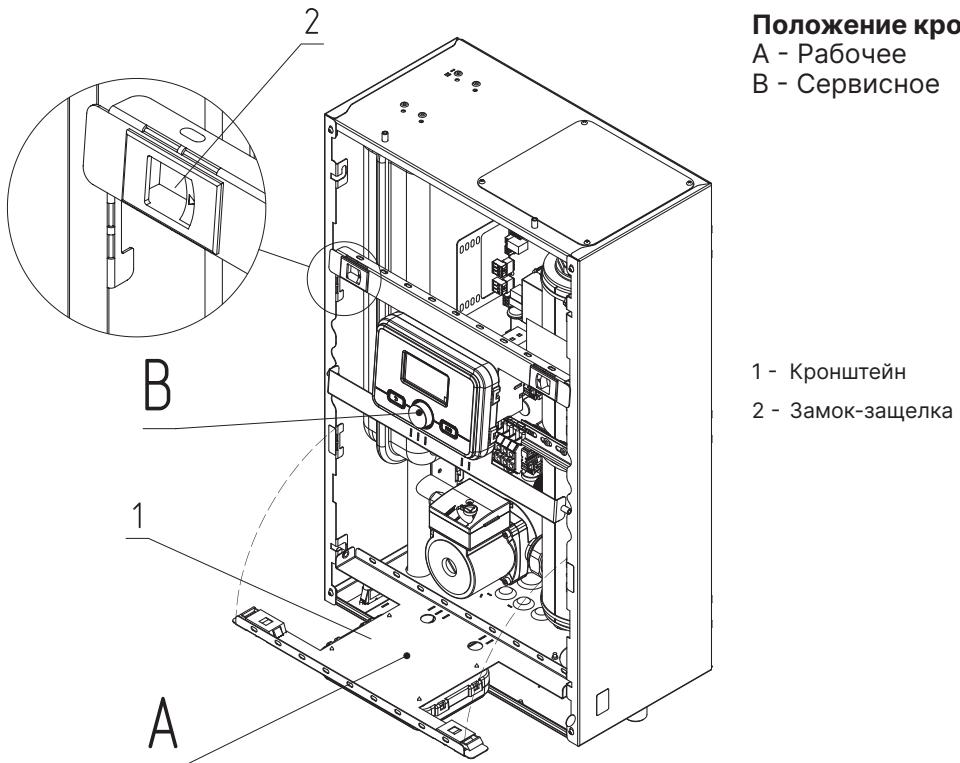

Рис.12 Откидывание кронштейна
- отжать замки-защелки (**Рис.12, поз.2**) с двух сторон;
- откинуть кронштейн для крепления контроллера (**Рис.12, поз.1**);